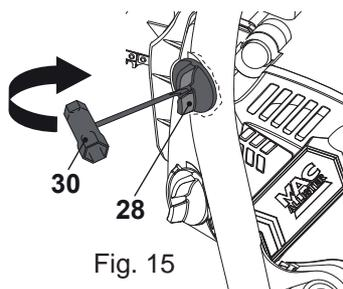

Fig. 15
- > Essuyez les éventuelles coulures de carburant avec un chiffon et remettez en place le bouchon du réservoir [28]. Serrez bien le bouchon [28] à l'aide de l'outil multi-usage fourni [30] (Fig. 15).